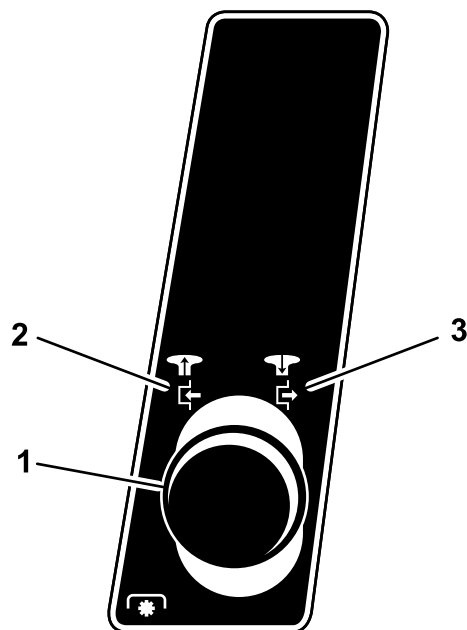

Figura 6
2. Tire hacia fuera del pomo de control de las cuchillas (PTO) a la posición de Engranado (Figura 6).
2. Empuje el pomo de control de las cuchillas (PTO) a la posición de Desengranado (Figura 6).